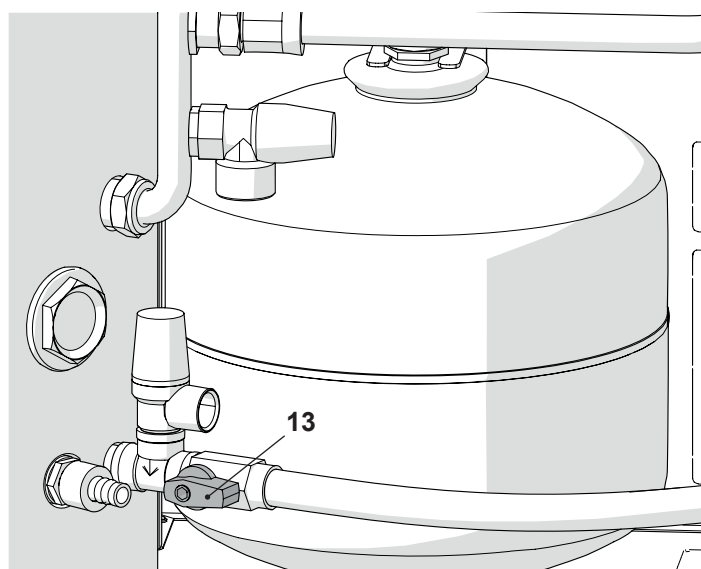

Figura 4.2
- Aprite il rubinetto di riempimento 13 in Figura 4.2 per riempire l'impianto di riscaldamento. La pressione dovrà essere compresa tra un valore di 1 bar e 1,5 bar.